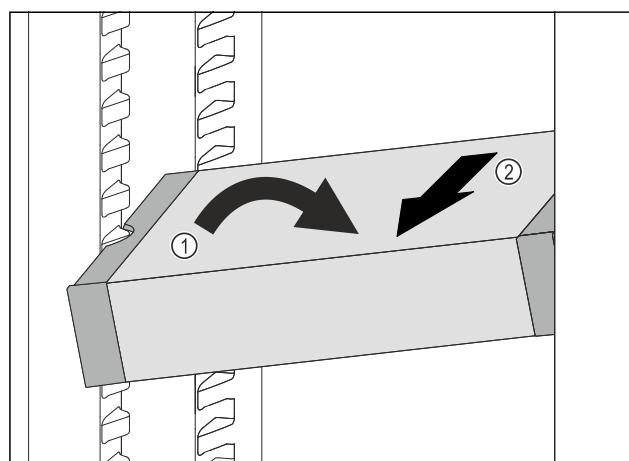

Fig. 135
- Predal VarioSafe postavite v hladilniku postrani. Fig. 135 (1)
- Predal VarioSafe izvlecite v smeri naprej. Fig. 135 (2)